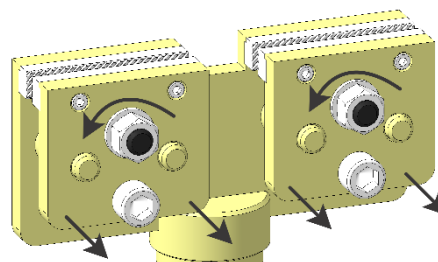

Рисунок 55
- Разомкните прижимные губки тисков зажимов за отбортовку порогов на расстояние, достаточное для захода отбортовки порогов автомобиля (рисунок 55).